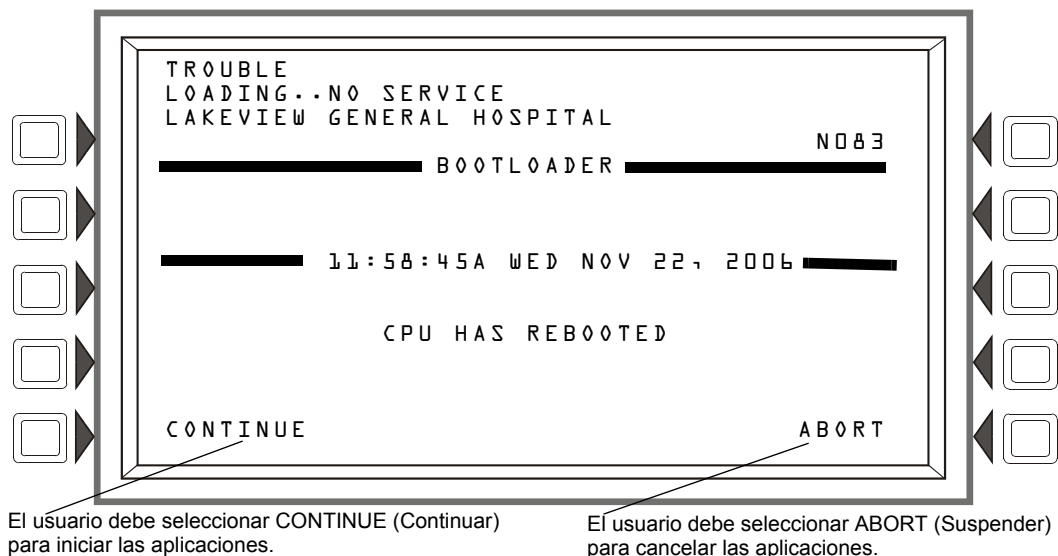

Figura I.2 Iniciación - Aplicación en Singapur
- Requiere que el usuario inicie el comienzo de la aplicación cuando el panel se inicia/reinicia. La luz LED de falla del CPU estará ON hasta que el usuario realice la puesta en marcha inicial. (Consulte la figura I.2.)